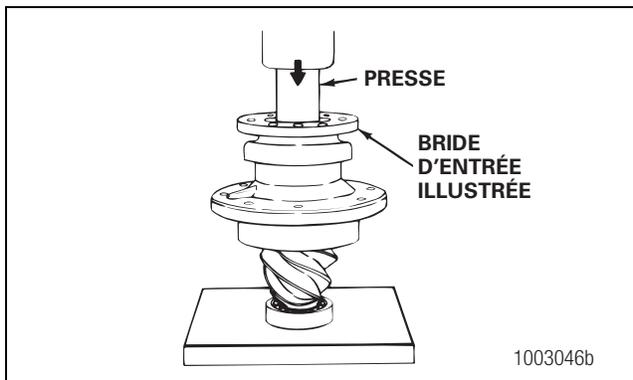

Figure 5.15
1. Utiliser une presse pour installer la chape ou la bride, puis poser l'écrou et la rondelle (selon l'équipement) sur le pignon d'attaque. La chape ou la bride doit être parfaitement logée contre le roulement extérieur. Figure 5.15.